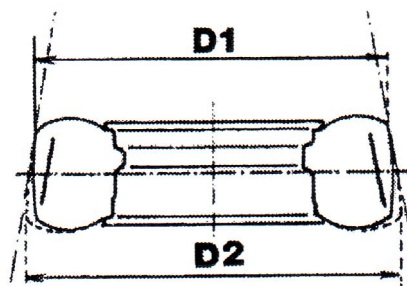

fig. 6: kegeleffect
8. Een andere bindafwijking is het kegeleffect of 'coniciteit' (afb. 6). Deze coniciteit heeft invloed op de rechthoek-eigenschappen van de band. De oorzaak van coniciteit is het niet nauwkeurig of gekanteld aanbrengen van de gordel, waardoor de afstand tussen gordel en loopvlak links en rechts verschilt en dus ook de banddiameter ($D1$ en $D2$). Het gevolg van coniciteit is overmatige loopvlakslijtage en slechte rijstabiliteit. Om het kegeleffect op te heffen zetten bandenmonteurs altijd de DOT-code aan de buitenkant van het wiel. Natuurlijk niet bij richting gebonden banden! Het scheef trekken van de auto tijdens het rechthoekrijden kan een gevolg zijn van coniciteit.